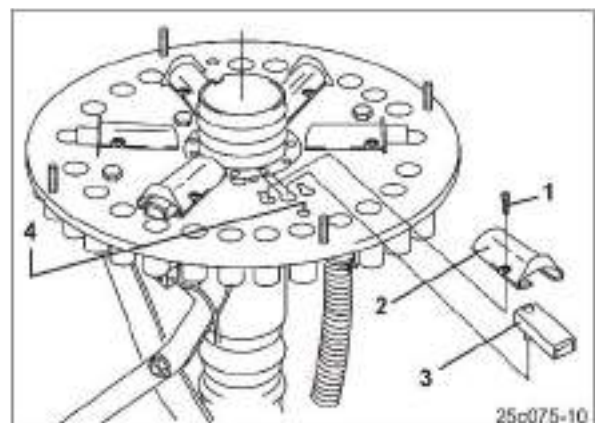

Рис. 128
В случае ненадобности заслонки (Рис. 128/2) деактивируйте. Деактивированные заслонки не закрывают подводящие линии к сошникам технологической колеи.
5. Открутите болты (Рис. 128/1).
6. Удалите туннель заслонки (Рис. 128/2).
7. Заслонка (Рис. 128/3) установлена, как изображено, в направляющей.
8. Поверните заслонку (Рис. 128/3) и вставьте в отверстие (Рис. 128/4).
9. Прикрутите шахту для заслонок (Рис. 128/2) на монтажной пластине.